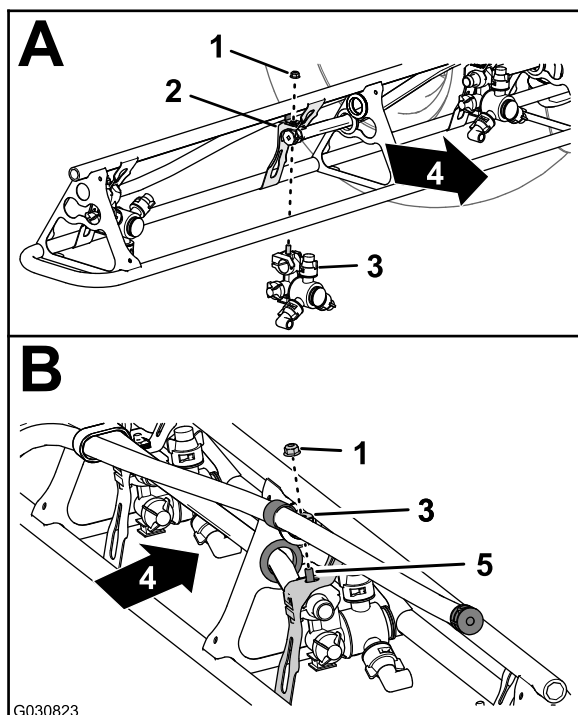

Figure 109
- À l'emplacement des buses 1 et 4, fixez la buse à son support (A de Figure 109) à l'aide du contre-écrou à embase (5/16") que vous avez retiré à l'opération 2 de Dépose des buses de pulvérisation des sections de rampes extérieures (page 47).
- À l'emplacement des buses 2 et 3, fixez la buse à son support (A et B de Figure 109) à l'aide du contre-écrou à embase (5/16") que vous avez retiré à l'opération 2 de Dépose